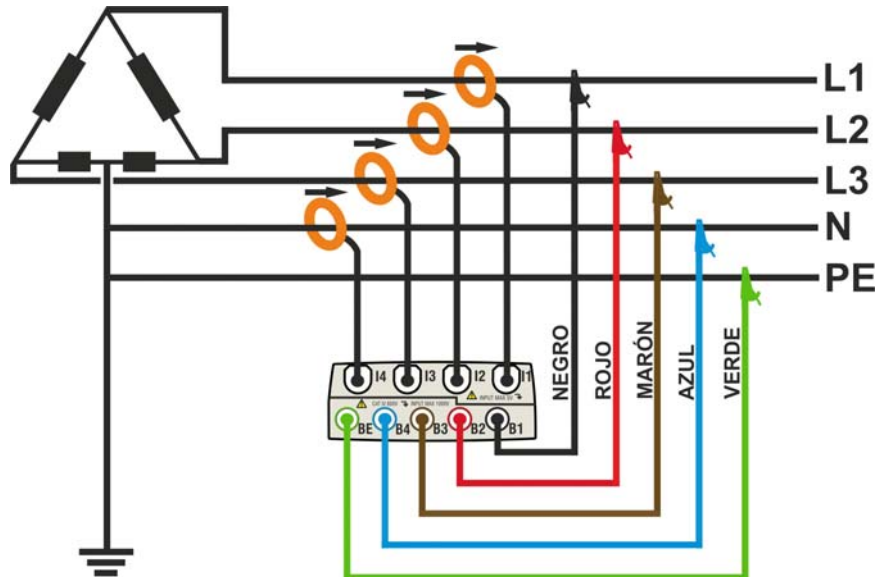

Fig. 109: Conexión del instrumento en un sistema Trifásico 4-hilos 3PHL
2. Conecte los cables de medida de tensión sobre los conductores de L1, L2, L3 y N respetando los colores como muestra la Fig. 109. **Verifique en el visualizador la indicación "123" relativa al correcto sentido cíclico de las fases** (ver el § 5.2.1) y efectuar las oportunas correcciones hasta cumplir tal situación.
3. Conecte las pinzas de corriente sobre el conductor L1, L2, L3 y N como muestra en la Fig. 109 **respetando el sentido de la flecha** presente sobre la misma pinza que indica la dirección convencional de la corriente desde el generador a la carga. **Verifique siempre (selecionando preliminarmente el sistema 3-hilos), en la pantalla de la sección Visualización Medida, que las Potencias Activas P1, P2, P3 sean siempre positivas y que el factor de potencia Pf1, Pf2, Pf3 sea correspondiente a la carga, normalmente inductivo**, antes de activar un registro. En caso de valores negativos de las potencias activas gire la pinza 180° sobre el conductor interesado.